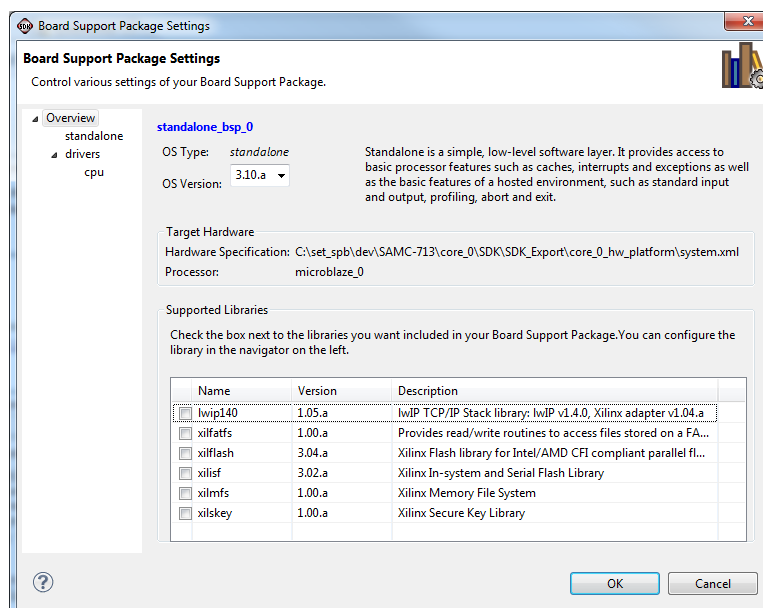

Рисунок 3-10: Создание проекта BSP поддержки аппаратной платформы в Xilinx SDK
5. Закройте открывшееся окно настроек параметров BSP пакета поддержки аппаратной платформы (рисунок 3-10), нажав кнопку «OK».